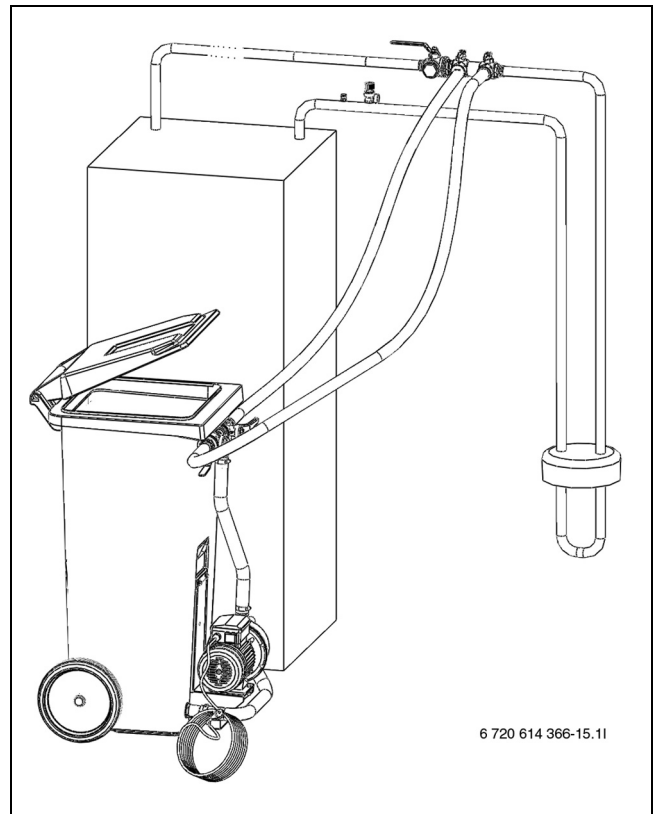

Bild 22 Fyllning med påfyllnadsstation
- Anslut två slangar från påfyllnadsstationen till påfyllnadsatsen (→ Bild 22).